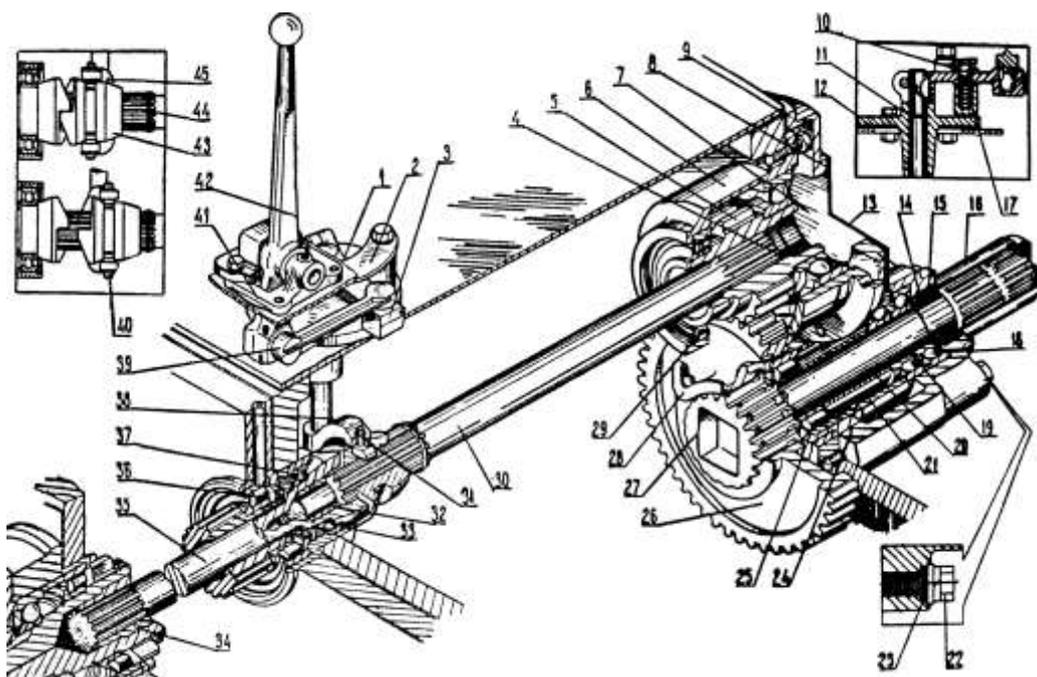

Рис. 40. Вал отбора мощности трактора ДТ-75М
- у тракторов **Т-4А** и **ДТ-75М** затруднённое включение или выключение хвостовика **14** (рис. 40) вала;